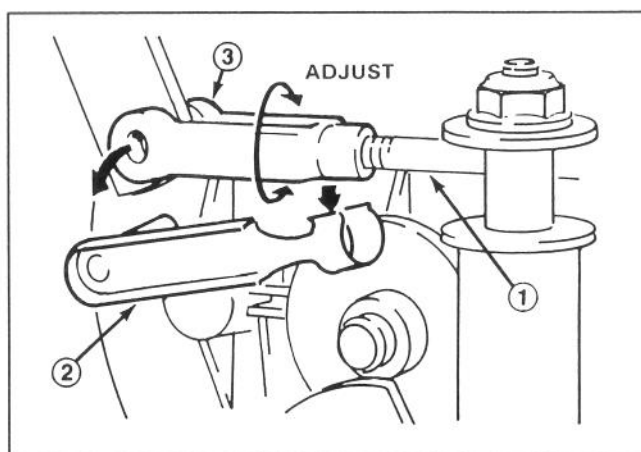

Abbildung 19
14. Das Ende der Deckeinraststange auf der linken Seite des Getriebes ausfindig machen (Abb. 19). Die Gabelkopfhalterung entfernen und den Gabelkopf zur Verlängerung oder Verkürzung des Gestänges soweit drehen, bis der gewünschte Abstand zwischen Riemen und Laufscheibe realisiert wird.